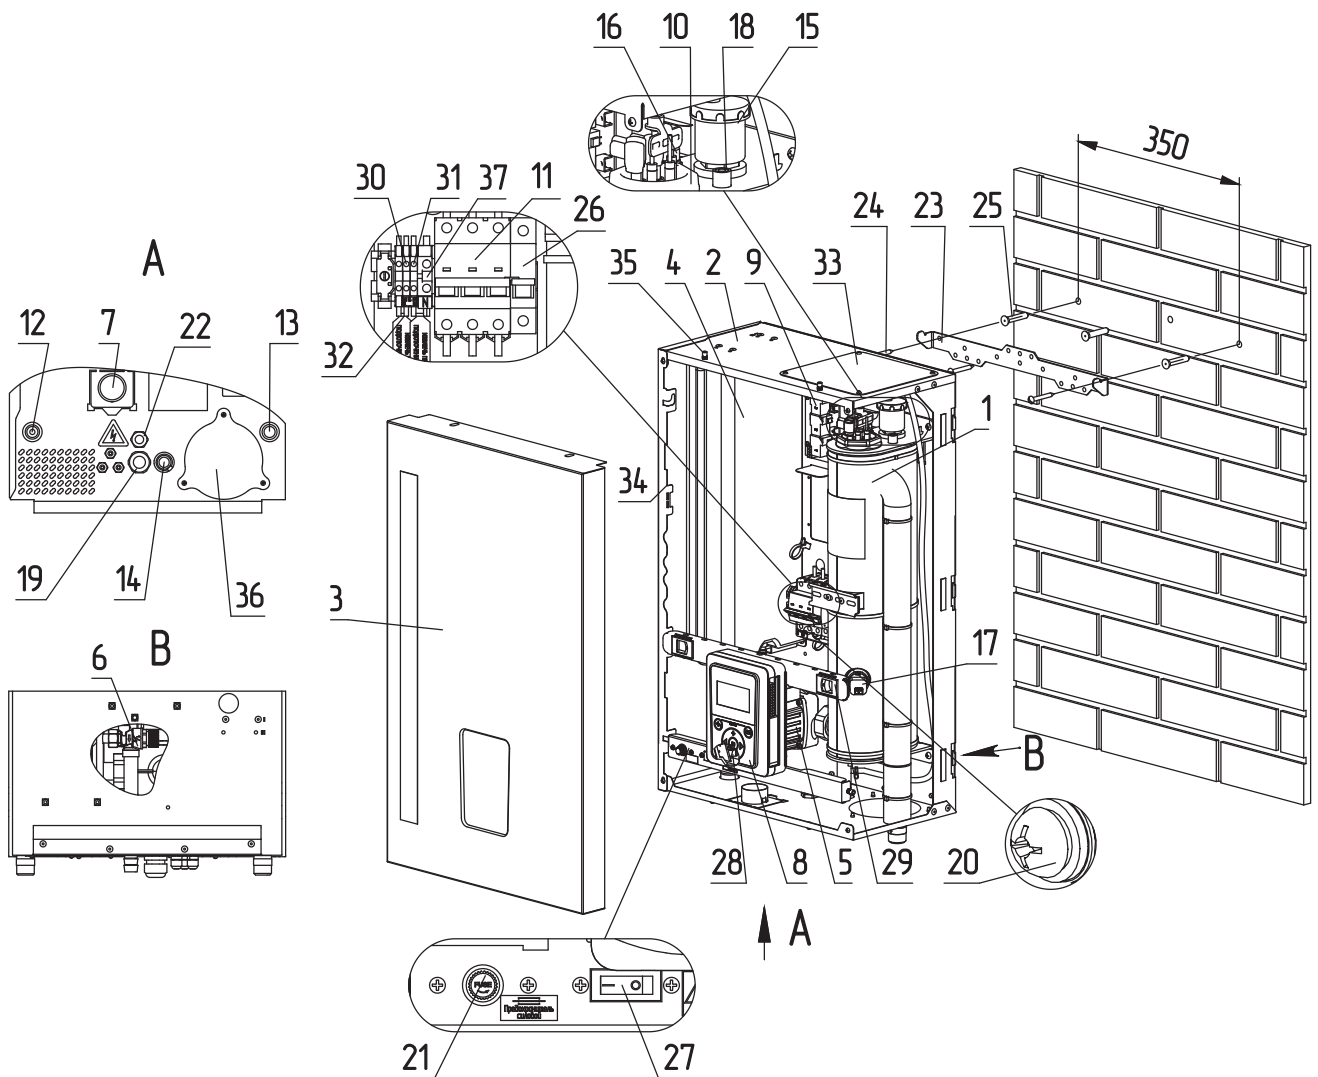
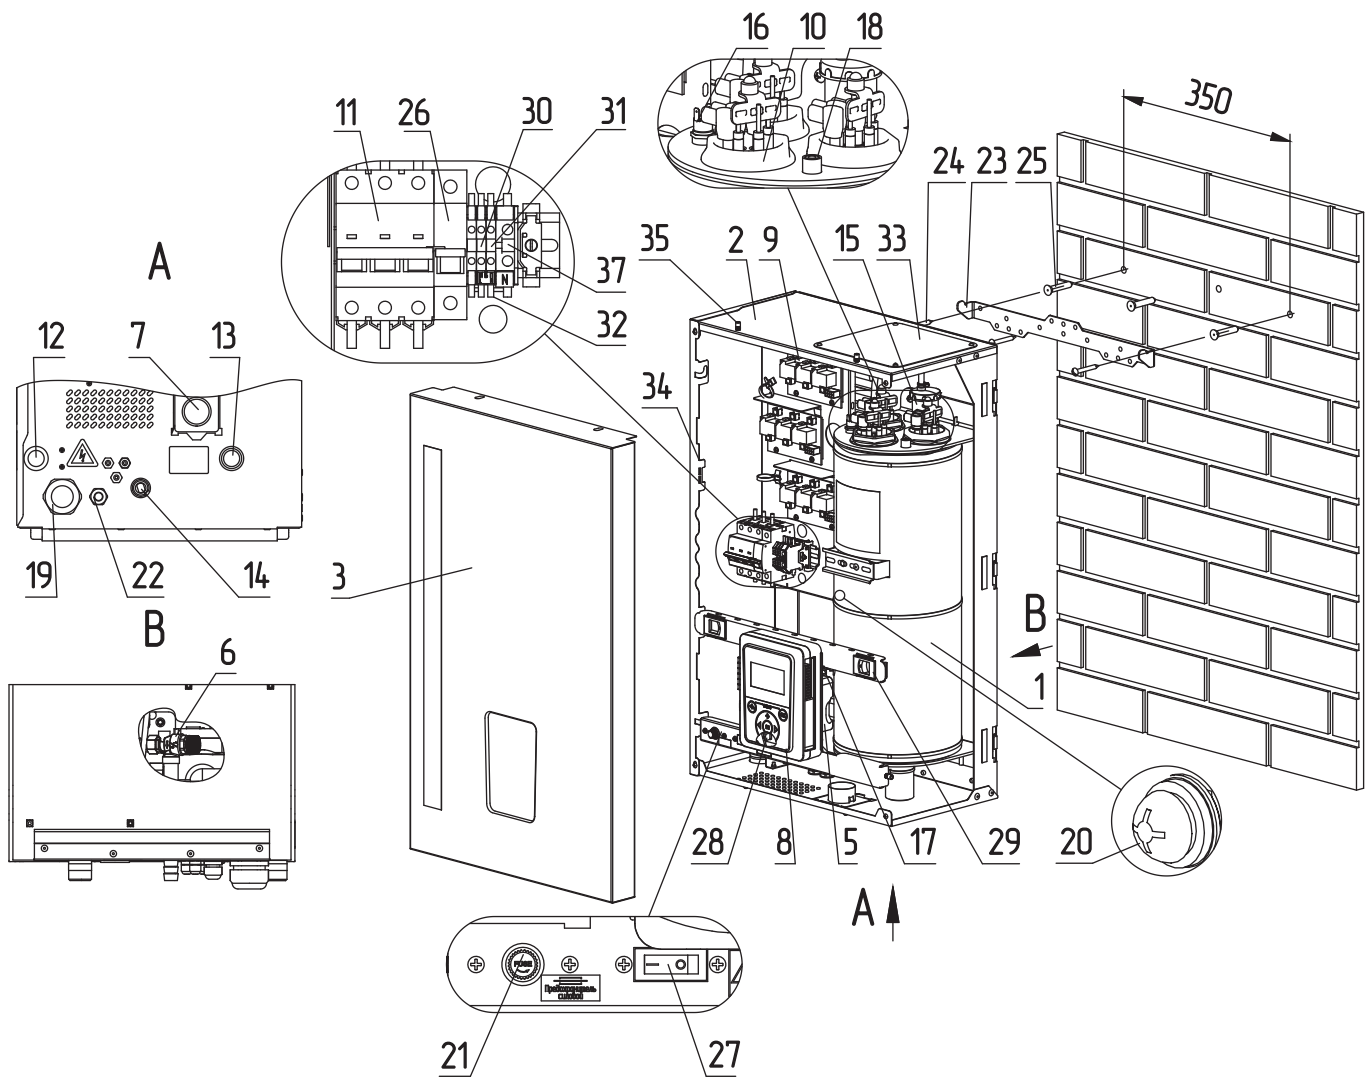

Рис.4 Устройство электрического котла ZOTA МК-X 4,5-24 кВт
Рис.5 Устройство электрического котла ZOTA МК-X 30-36 кВт
Закрепите настенный кронштейн на вертикальной поверхности в необходимом месте с помощью шурупов, входящих в комплект, и установите на него котел, как показано на **Рис.4, Рис.5;**
- извлечь перемычки (**Рис.4, Рис.5, поз.32**);
- подключить провода фазы «L» к колодке (**Рис.4, Рис.5, поз.30**);
- подключить провода нейтраль «N» к колодке (**Рис.4, Рис.5, поз.31**).
- включить вводной автомат (**Рис.4, Рис.5, поз.11**) вместе с расцепителем в верхнее положение;
- перевести выключатель (**Рис.4, Рис.5, поз.21**) в положение ВКЛ;